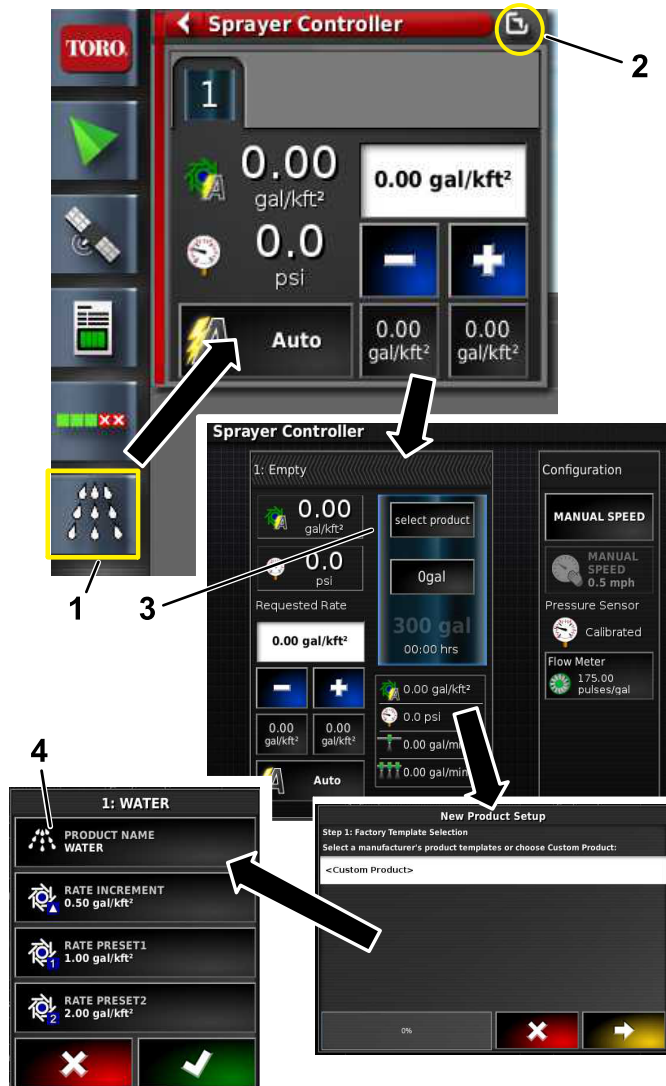

Figura 7
5. Atribua o nome ao produto, selecione as taxas e selecione o aumento da taxa (Figura 7).